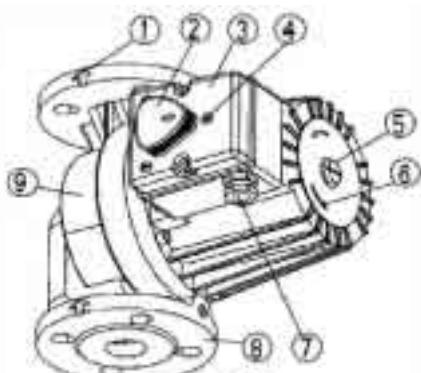

Fig. 1
Il circolatore deve essere installato nella tubazione con l'asse 1-1 in posizione orizzontale (fig. 3). Deve essere posto in un tratto rettilineo della tubazione ad una distanza da un gomito di almeno 5-10D (D = diametro nominale del tubo). In questo modo si assicura il funzionamento con il minimo di vibrazioni e di rumore. La direzione del flusso d'acqua attraverso la pompa deve corrispondere alla direzione indicata dalla freccia sul corpo pompa (fig. 1 - pos. 1).
Le flange di connessione sono NP 6/10 (fig. 1 - pos. 9).
Gli NC e NCM hanno corpo pompa singolo (fig. 1 - pos. 9).